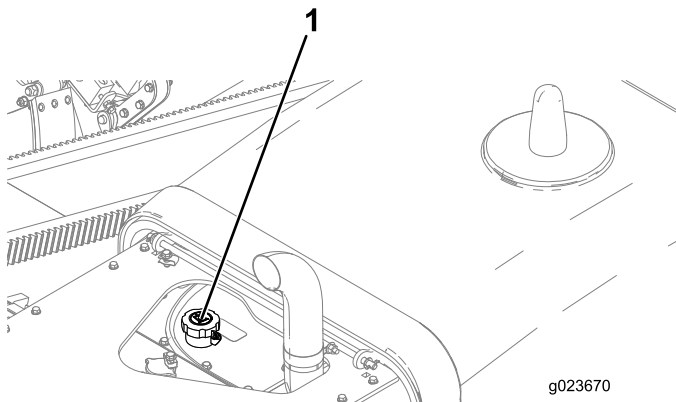

Figura 150
4. Si el nivel es bajo, abra el tapón del depósito de aceite hidráulico (Figura 150) y añada aceite del tipo correcto hasta que llegue a la marca de Lleno de la mirilla.